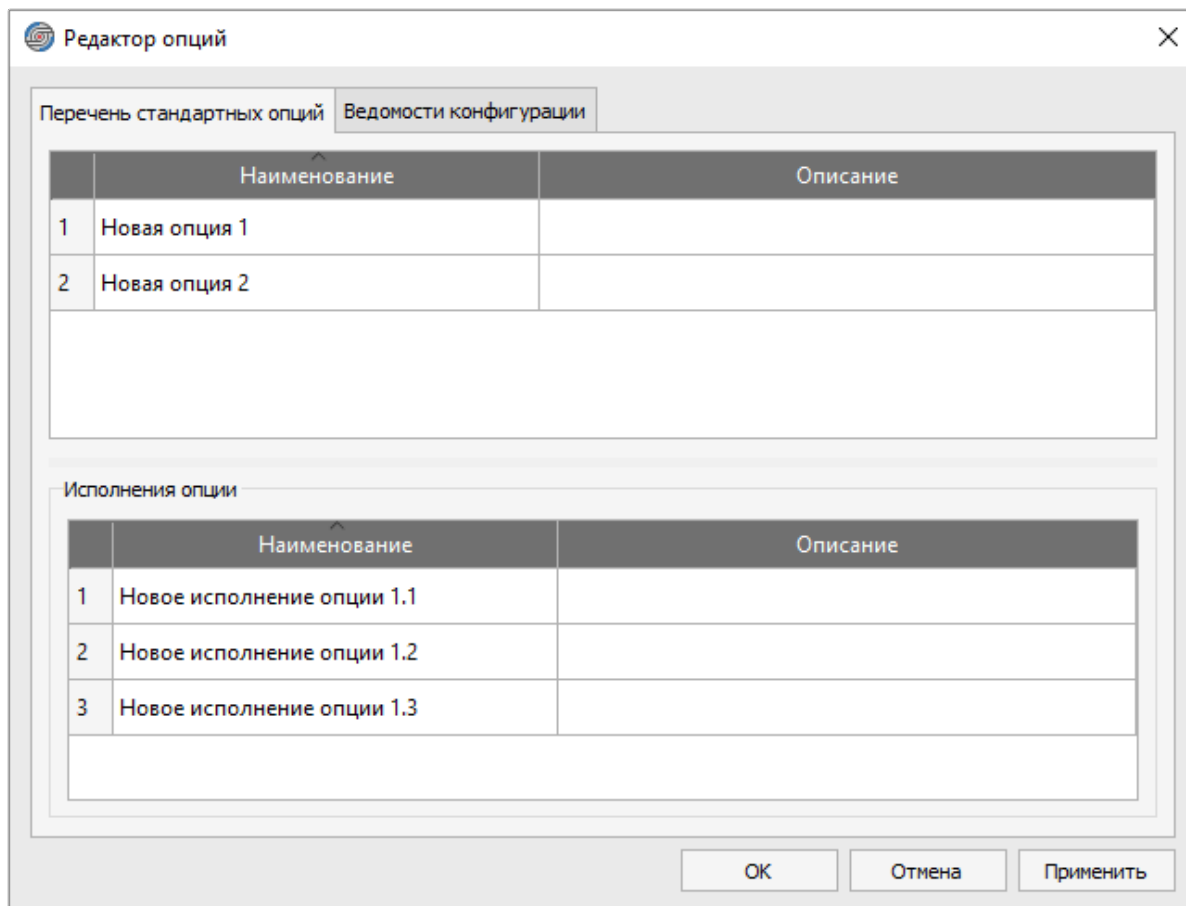

Рисунок 273. Созданные опции и исполнения опций изделия
- 4) Нажать на кнопку «Применить», чтобы сохранить изменения и продолжить работу в окне «Редактор опций», либо на кнопку ОК, чтобы сохранить изменения и закрыть окно «Редактор опций» (см. рисунок 273).